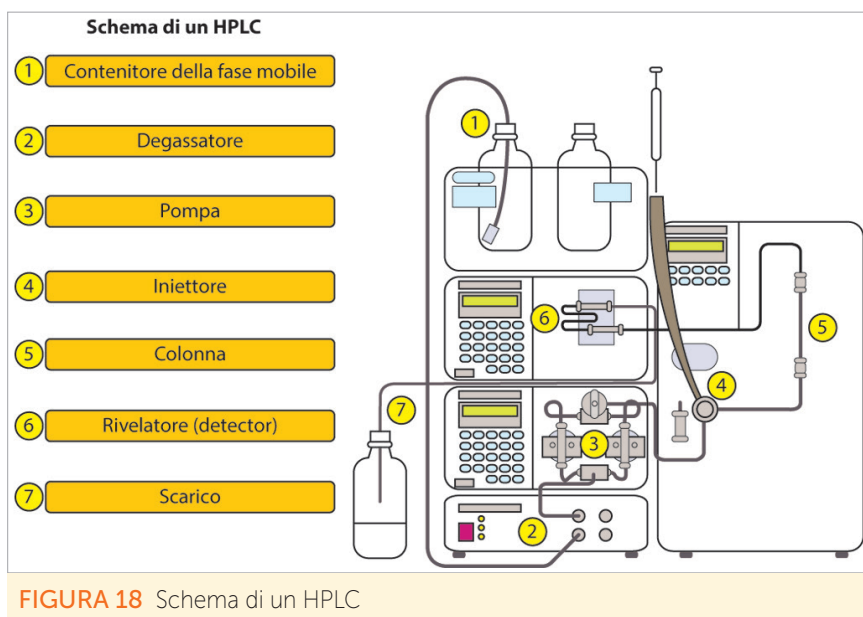

FIGURA 18 Schema di un HPLC
Nella FIGURA 18 è schematizzato un tipico apparecchio per HPLC. Esso è composto da uno o più contenitori delle fasi mobili (1), da un apparato degassatore (2), da una pompa ad alta pressione (3), da un sistema d'iniezione (4), dalla colonna rinchiusa in un apparato a termostatazione controllata (5), dall'apparato rivelatore (6) e dallo scarico (7). La separazione può essere condotta, attraverso un dispositivo **programmatore**, impiegando un singolo eluente (**eluizioni isocratiche**), o una miscela di eluenti (**eluizioni a gradiente**). Tutte le modalità del tipo di eluente da impiegare nell'analisi vengono scelte dall'analista che programma lo strumento. Lo strumento poi, in automatico, esegue tutte le istruzioni programmate. Il singolo solvente o la miscela di più solventi, una volta prelevati automaticamente dai loro contenitori, vengono degassati. Se infatti vi sono dei gas disciolti vengono eliminati attraverso l'impiego di ultrasuoni.